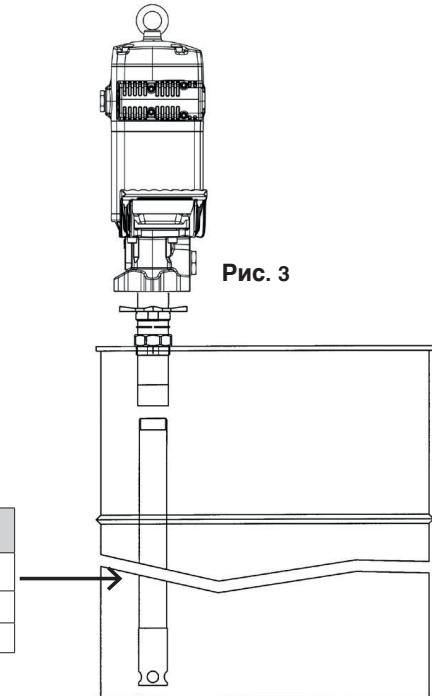

Рис. 3
- c. Регулировка насоса на бочке или емкости с помощью переходника. Прикрутите соответствующую всасывающую трубу (см. рис. 3) к обратному клапану насоса. Прикрутите гайку на переходнике для бочки к 2° отверстию на крышке. Вставьте всасывающую трубу через гайку и закрепите с помощью звездообразной гайки на подходящей высоте.